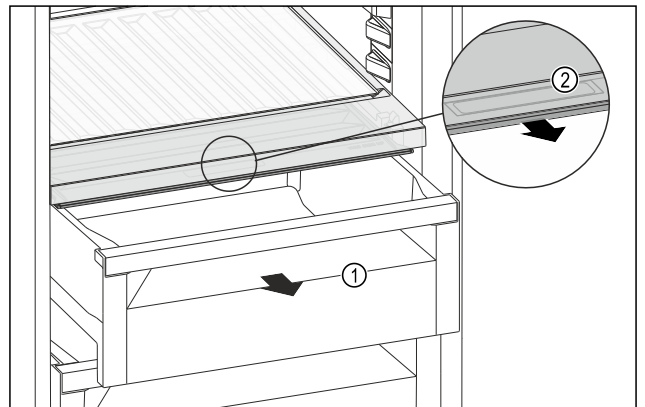

Fig. 122
- ▶ Изтегнете чекмеджето Fig. 122 (1).
- ▶ Хванете вдлъбнатия захват Fig. 122 (2) на капака на отделението и едновременно с това издърпайте напред капака на отделението.